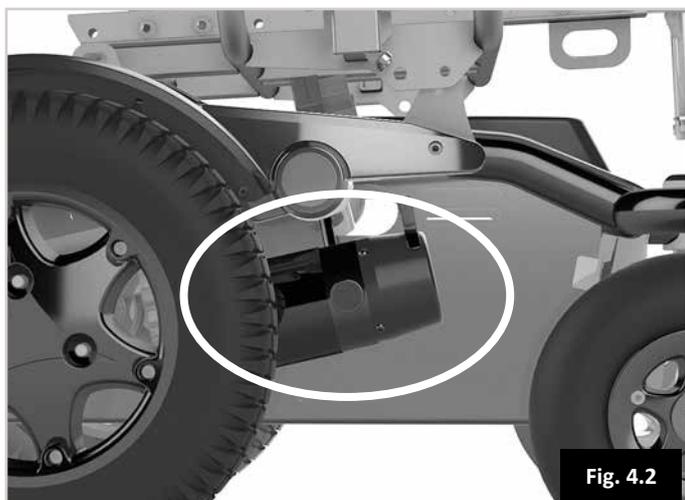

Fig. 4.2
4.7 Dispositivo di blocco/sblocco del motore, (Fig. 4.2):